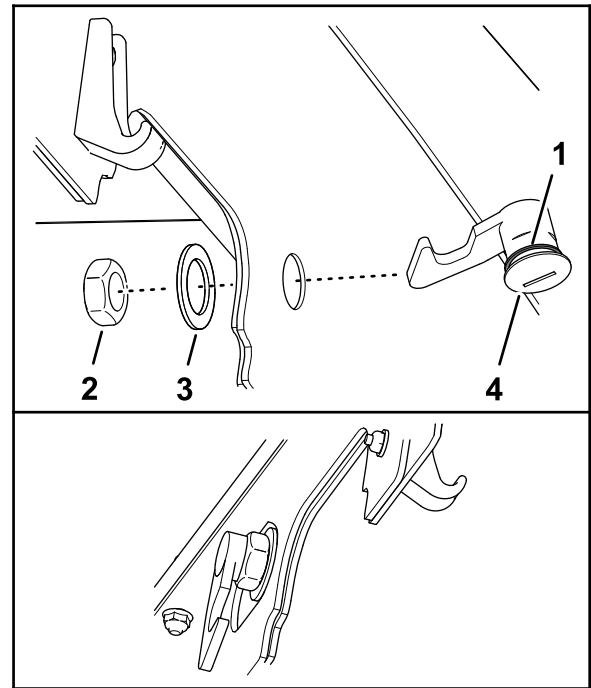

Figura 34
3. Asegúrese de que la junta está montada en el cierre del capó (Figura 34).